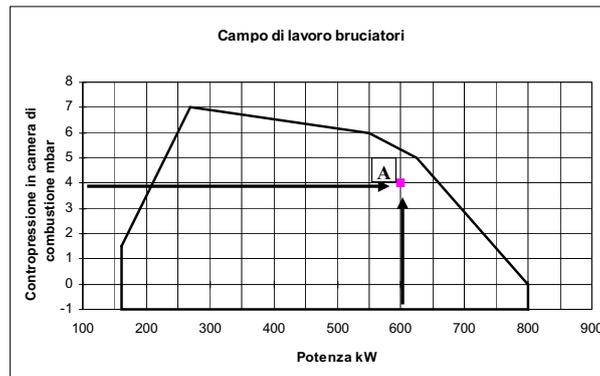

Fig. 1
Tracciare, sul diagramma "Campo di lavoro" del bruciatore (Fig. 1), una retta verticale in corrispondenza della potenza al focolare e una retta orizzontale in corrispondenza del valore di pressione di interesse.
**ATTENZIONE:** una volta montata la rampa secondo lo schema riportato in Fig. 1, deve essere effettuata la prova di tenuta del circuito gas, secondo le modalità previste dalla normativa vigente.